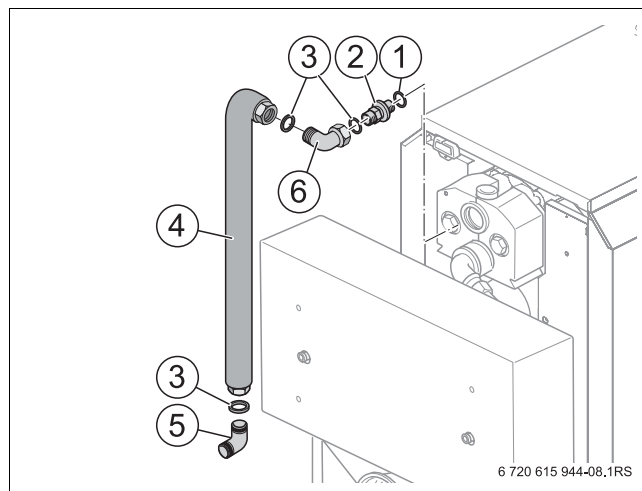

fig. 10 Instalar a ligação de avanço na caldeira de aquecimento
- Inserir o tubo na horizontal na união roscada angular de anel de fixação (→ fig. 10, [5]).